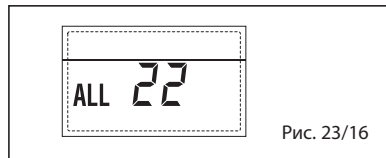

Рис. 23/16
– **СБОЙ ВСПОМОГАТЕЛЬНОГО ДАТЧИКА (S3) «ALL 26» (рис. 23/20)**